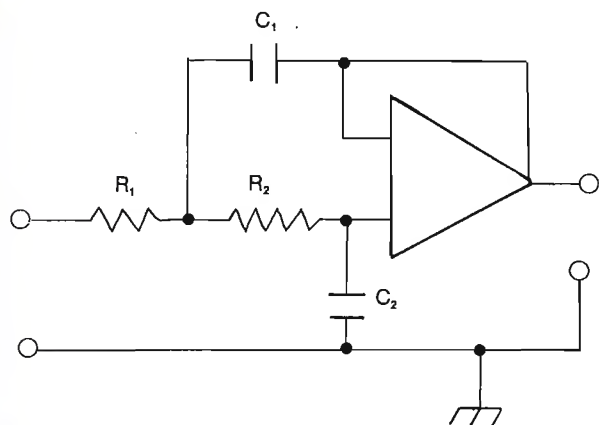

Fig. 2
- L'effetto di retroazione viene applicato anche all'ingresso non-invertente (fig. 2).
Fig. 2 - La realizzazione di filtri attivi usando la configurazione di «Amplificatore non-invertente» dà più libertà di scelta nei componenti passivi, specie dal punto di vista delle tolleranze pratiche.